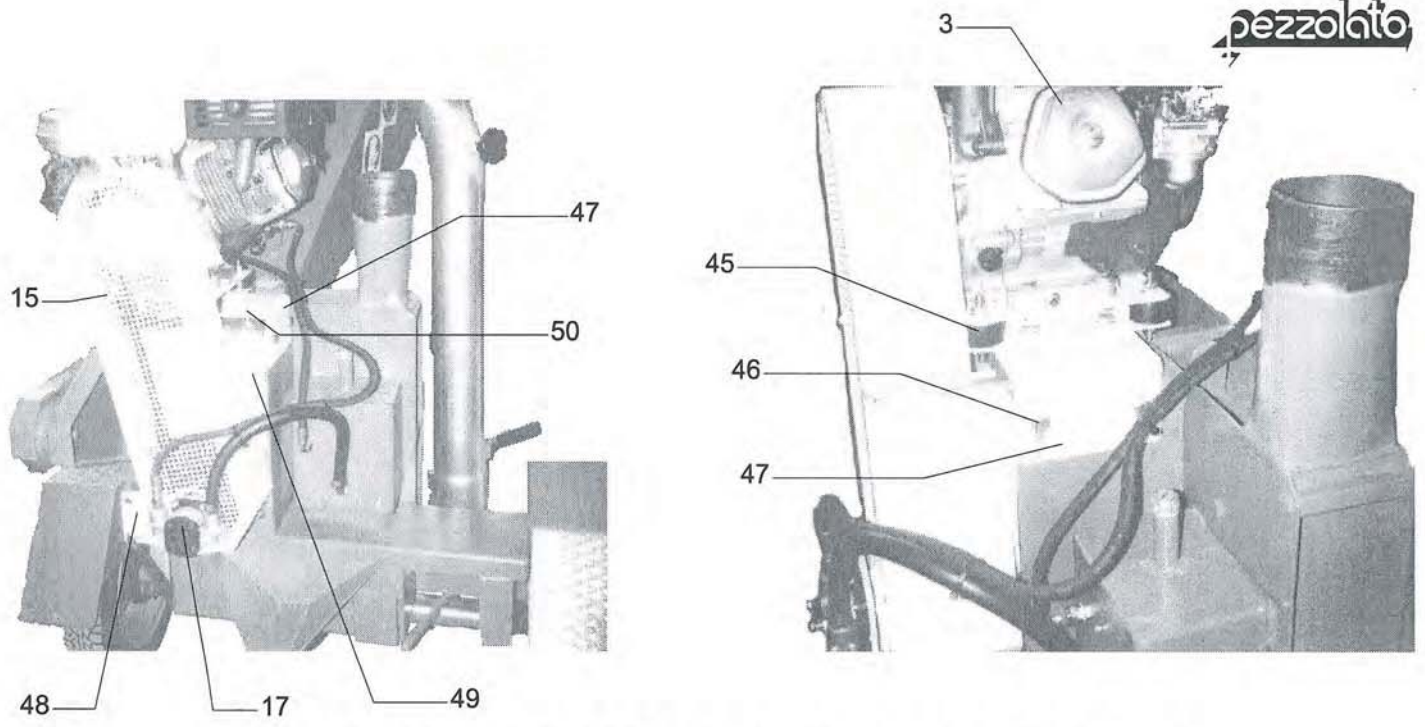

Fig.3- Cippatrice PZ 100^{mm} MI - Allestimento con motore Honda
- Estrarre la pompa togliendo la piastra di supporto (part. 48,fig.3).
- Sbloccare il basamento motore (part. 47, fig. 3).
- Agire sulla vite tenditrice (part. 50, fig. 3). fino al raggiungimento della corretta tensione delle cinghie.
- Bloccare il basamento motore (part. 47, fig. 3).con le viti.